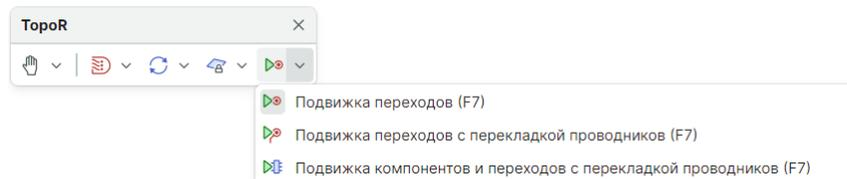

Рис. 450 Варианты подвижки переходов
4. Автопроцедура подвижки элементов, см. Рис. 450.